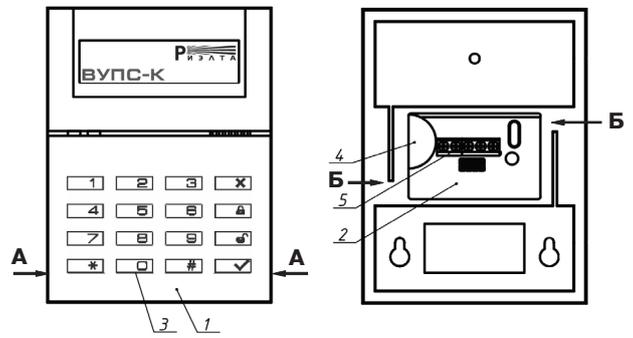

Рисунок 1
4.1 ВУПС-К состоит из следующих элементов (рисунок 1): корпус разборный (1) с установленной печатной платой (2) и клавиатурой (3) 16 клавиш (4). На плате установлены: звуковой излучатель (4), клеммная колодка на пять контактов (5).